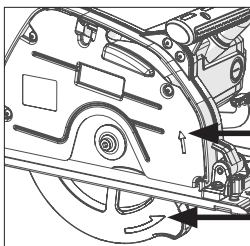

Fig. 6
- Instale la (nueva) hoja. Asegúrese de que la dirección de rotación de la flecha de la hoja coincide con la dirección de la rotación de la flecha en la protección superior e inferior de la hoja de la máquina. **(Fig.6).**